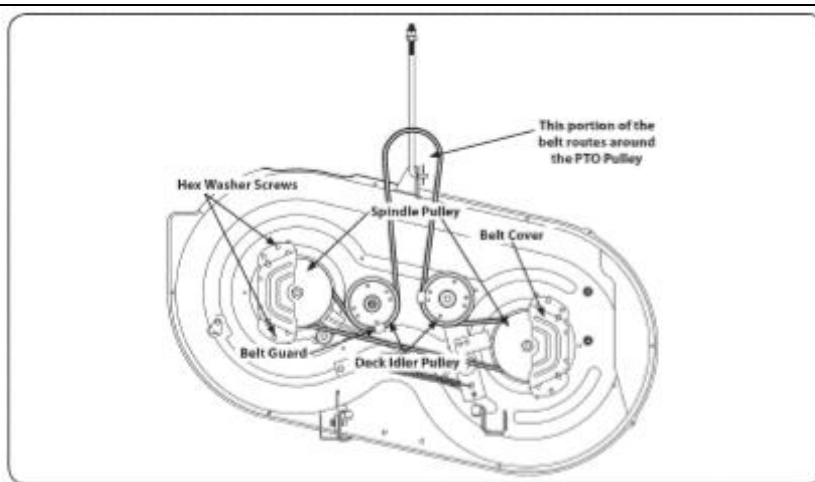

Рис. 22
2. Снимите крышку ремня со шкива оси, выкрутив винт с шестигранной головкой (см. Рис. 22).
4. Осторожно снимите ремень с двух осевых шкивов и двух натяжных шкивов деки (см. Рис. 22).
5. Расположите новый ремень на двух внешних осевых шкивах, как показано на Рис. 22.
6. Заведите ремень на 2 натяжных шкивах деки, как показано на Рис. 22.
9. Установите на место деку таким образом, чтобы не сместить ремень со шкивов. Полная схема установки ремня показана на Рис. 22.